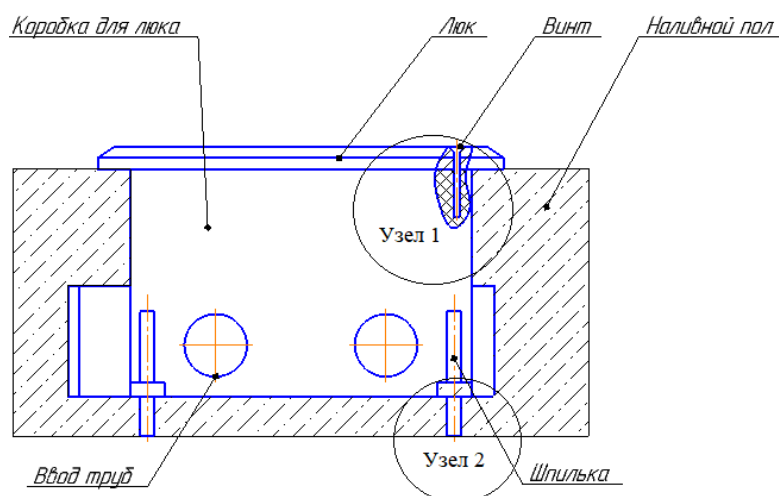

Рис. 6
3. С помощью шлицевой отвертки выставить необходимый уровень и горизонт коробки относительно поверхности пола путем вращения шпилек $L = 50$ мм (рис. 6 узел 2).
6. Установить люк на коробку и зафиксировать винтами L = 25 мм (рис. 6 узел 1).